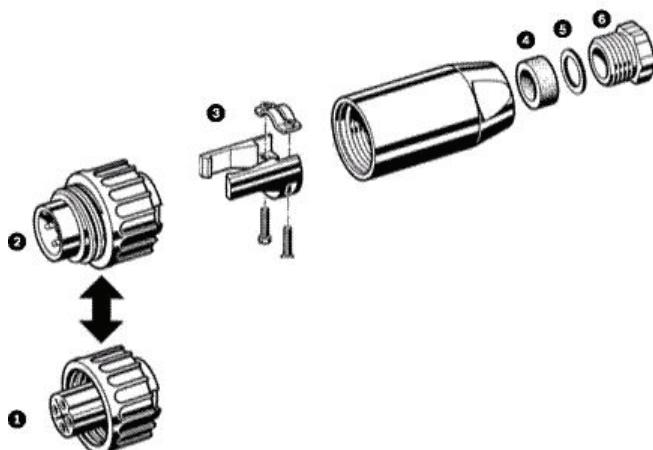

Figura 6.1 Conjunto de 4 pólos do conector acoplado
2. Introduza o cabo de alimentação pelo casquilho posterior e pelo cerra-cabos. Ver *Figura 6.1*.
4. Ligue o cabo de alimentação aos terminais de parafuso no conector acoplado fornecido. Ver *Figura 6.1* e *Tabela 6.1*.